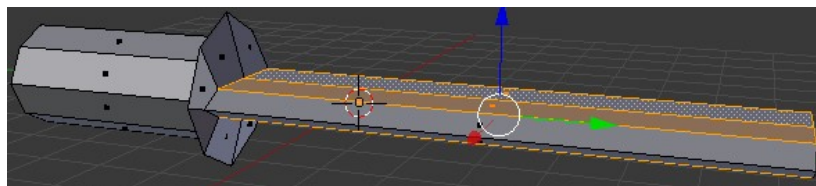

Figura 8: Modelação da lâmina da faca.
- Selecionar as faces de cima e de baixo da lâmina ao mesmo tempo e aplicar-lhes um redimensionamento em ZZ de forma a ficar com uma espessura fina, conforme se pode ver na figura 8;